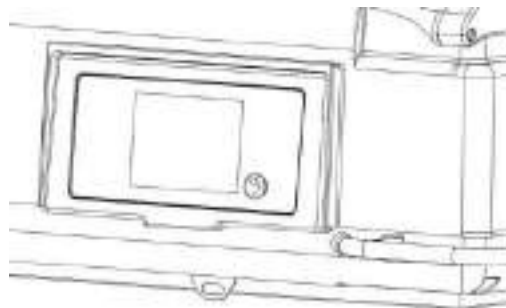

Figura 223 – Pino trava do painel – para incubadora com corpo em plástico de engenharia
- Ao empurrar o painel até o final, conforme figura 223, a trava será acionada.